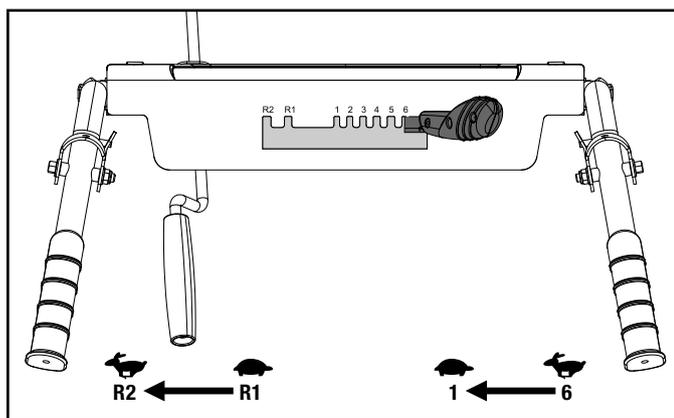

Figure 19
Votre souffleuse à neige a 6 vitesses avant et 2 inversées pour régler le mouvement vers l'avant et vers l'arrière. (figure 19)
2. Mettez le levier de commande de la vitesse sur la vitesse (marche avant ou marche arrière) que vous voulez. (figure 19)